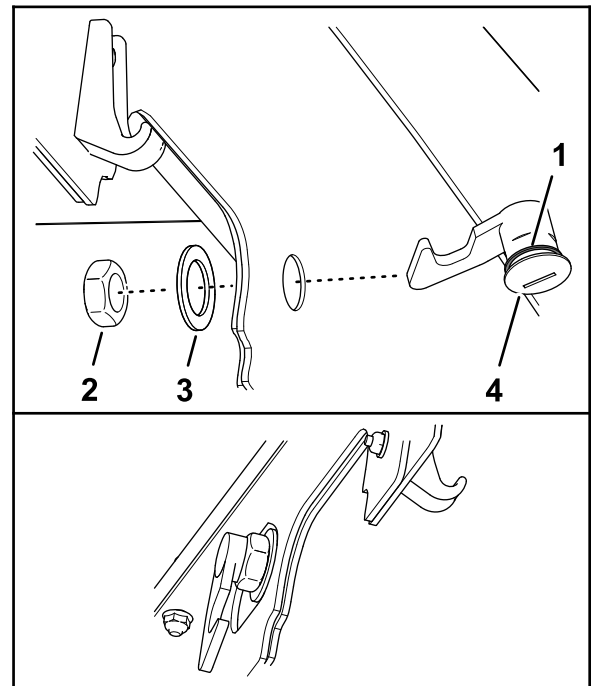

Figure 36
3. Veillez à bien installer le joint sur le verrou du capot (Figure 36).